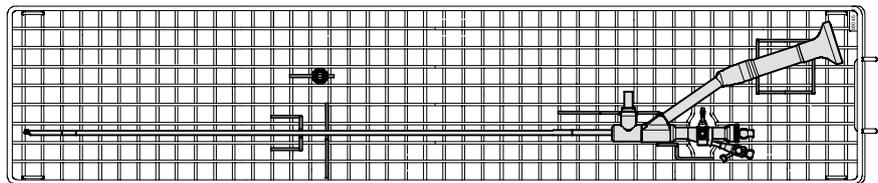

Рис. 3
- ◇ Для транспортировки к месту подготовки инструменты нужно надежно уложить, при необходимости, в специальные держатели. Для эндоскопов (оптики) мы рекомендуем наши коробка для подготовки оптики, см. пример на рис. 3.